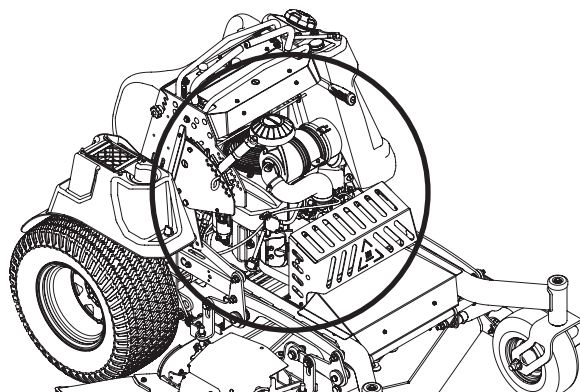

Figura 18
- Limpie alrededor del colector del escape, los fusibles, todo el cableado y mazos de cables, tubo del silenciador, protector del silenciador, filtros de admisión del motor y aletas de refrigeración, etc (Figura 18).